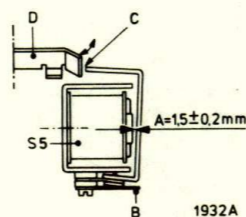

Fig. 46
**j. Electromagneet S5 (fig. 46)**